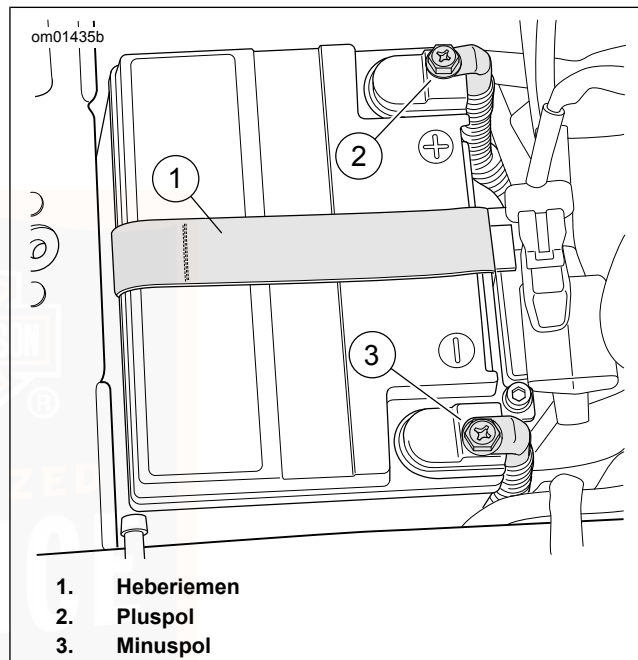

Abbildung 88. Batteriefach
10. Siehe Abbildung 88. Beide Batteriekabel, das Batterieminuskabel zuerst, abklemmen.
2. Siehe Abbildung 88. Die Batterie mit der Kontaktseite nach vorne in die Batteriegrundplatte einsetzen.